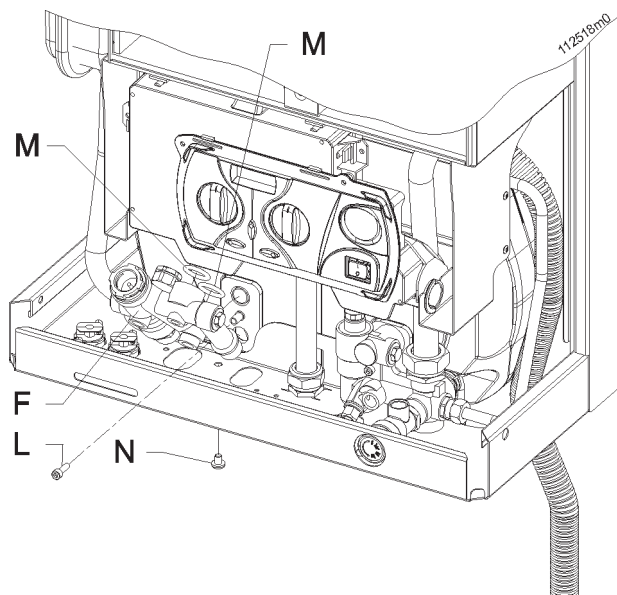

Figura 46 - Estrazione valvola deviatrice
- estrarre verso l'esterno tutto il blocco della valvola deviatrice "F" facendo attenzione alle guarnizioni "M" (vedi figura 46);